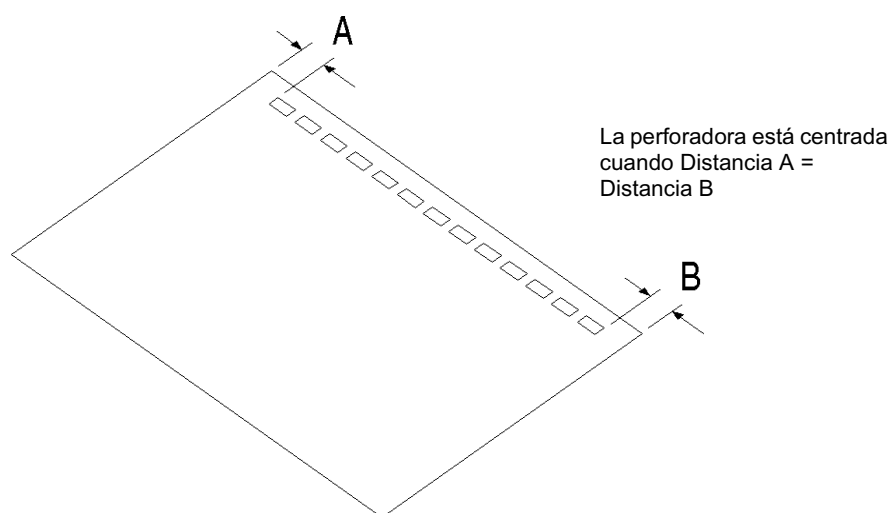

Figura 2-5: Revisión del centrado de los agujeros perforados
- 8 Revise si los agujeros perforados están centrados, tal como se muestra en la figura 2-5.